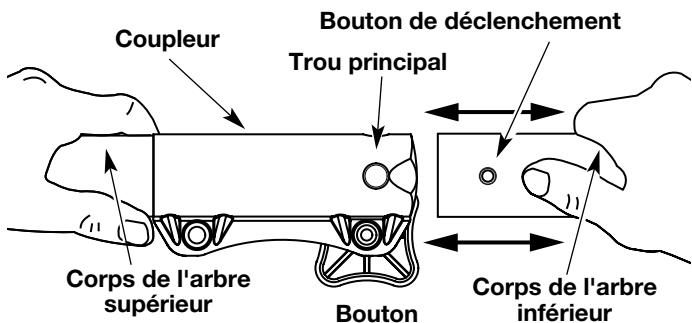

Fig. 2
3. Tenez fermement l'accessoire et enfoncez-le tout droit dans le coupleur (Fig. 2).